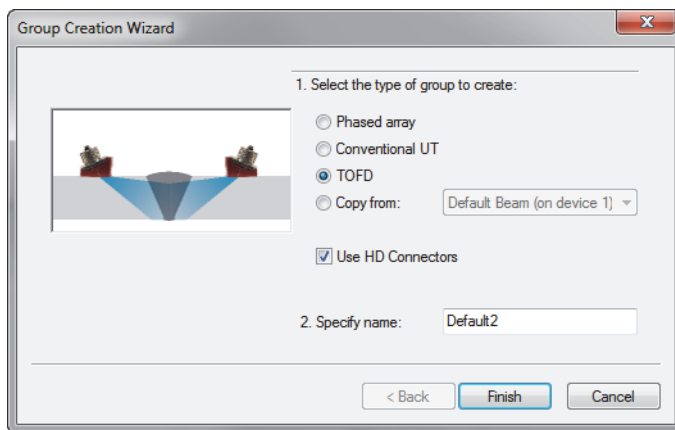

図 4-16 [Group Creation Wizard] ダイアログボックス (TOFD)
2. 表示された [Group Creation Wizard] ダイアログボックスで（117 ページの図 4-16）、次の手順に従います。